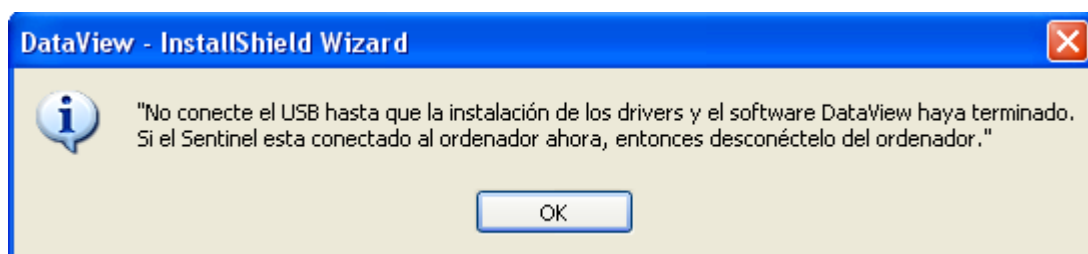

Figura 1-3
10. Si el instrumento elegido necesita el uso de un puerto USB (aquí es el caso), una ventana de información idéntica a la de la Figura 1-3 puede aparecer.